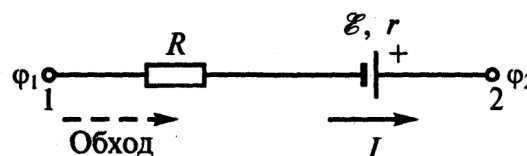

Рис. 5.2.
Участок цепи, содержащий ЭДС, называется неоднородным (см. рис. 5.2).
Знак в соотношении (2) перед  $\mathcal{E}$  определяют следующим образом. Вначале произвольно выбирается положительное направление тока, например, указанное на рис. 5.2. Если при обходе участка (здесь от точки 1 к точке 2) в том же направлении мы проходим «внутри» источника от отрицательного к положительному полюсу, то ЭДС считается *положительной*. В противном случае ЭДС считается *отрицательной*.
Например, для неоднородного участка, показанного на рис. 5.2, направление тока выбрано от точки 1 к точке 2 (то есть от  $\varphi_1$  к  $\varphi_2$ ). Тогда: